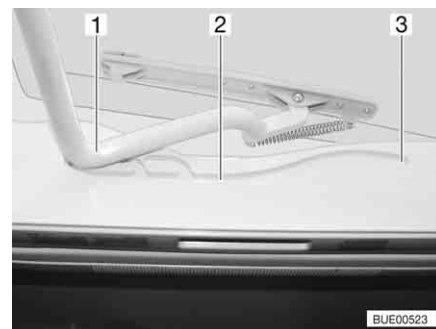

Fig. 96 Claraboya Heki, guía
- Tirar el estribo (Fig. 96,1) en las guías (Fig. 96,2) hasta la posición trasera final (Fig. 96,3).
- Empujar el estribo (Fig. 96,1) ligeramente hacia arriba con ambas manos.
- Tirar el estribo en las guías (Fig. 96,2) hasta la posición deseada.